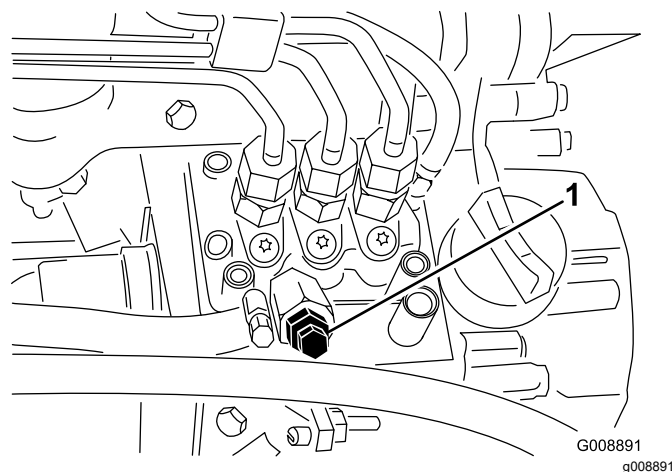

Figure 39
4. Desserrez la vis de purge sur la pompe d'injection (Figure 39).